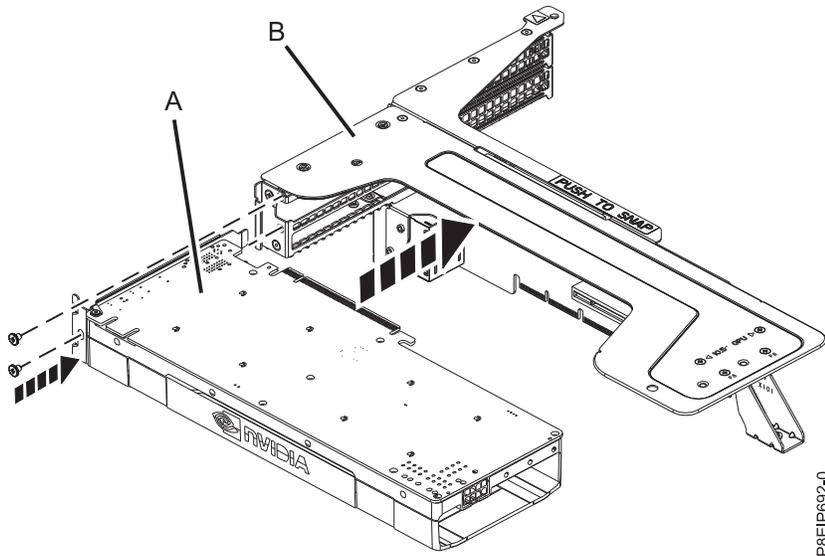

Abbildung 22. Grafikprozessor in die Riserkarte einsetzen
- e. Setzen Sie den Grafikprozessor (**A**) in die Riserkarte für PCIe-Adapter (**B**) ein (siehe Abb. 22 auf Seite 28).